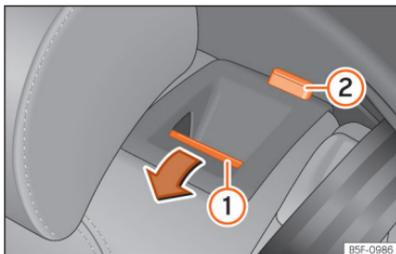

Fig. 74 Banco traseiro: rebater o encosto.
• Pressione o botão de desbloqueio »» **Fig. 74** ① para a frente e, ao mesmo tempo, rebata o encosto. O encosto traseiro está desbloqueado quando se vê uma marca vermelha no botão ②.